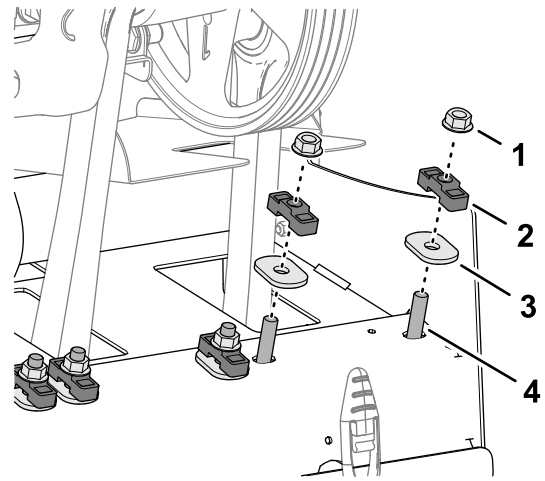

Figura 121
1. Retire las 2 contratuercas con arandela prensada que fijan el eje del amortiguador Roto-Link al bastidor trasero de la máquina (Figura 121)